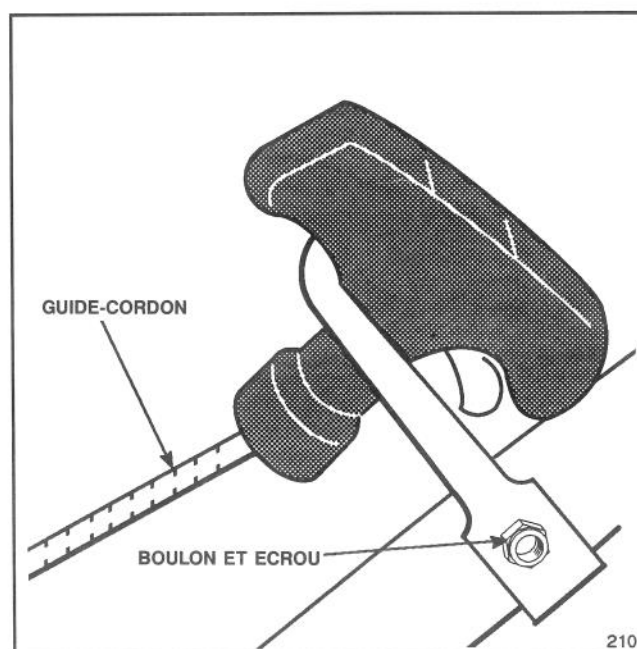
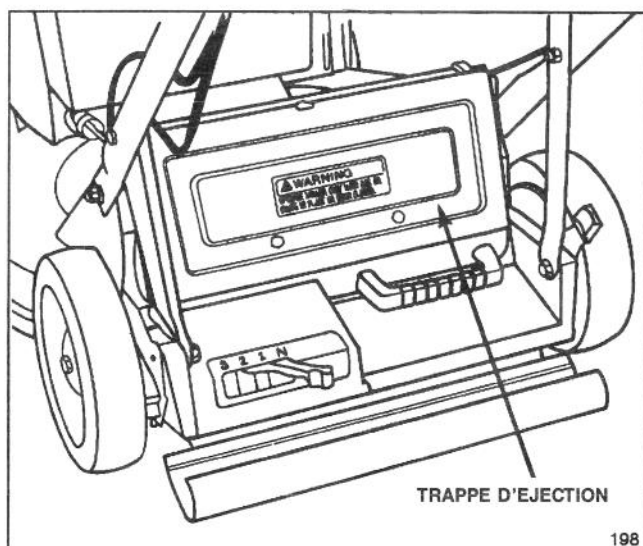

Figure 4
Figure 11
1. Fixez le guide-cordon en haut du guidon avec un boulon et un contre-écrou (figure 4).
2. Faites passer le cordon du démarreur à travers l'orifice du guide (figure 4). Serrez la barre de commande (figure 11) contre le guidon; le frein de la lame se desserre alors et vous pouvez tirer facilement le cordon à travers son guide.
3. PAILLAGE—Durant l'été, lorsque l'herbe pousse moins vite et est plus sèche, faites de la paille en enlevant le sac à herbe et en fermant la trappe d'éjection (figure 11).